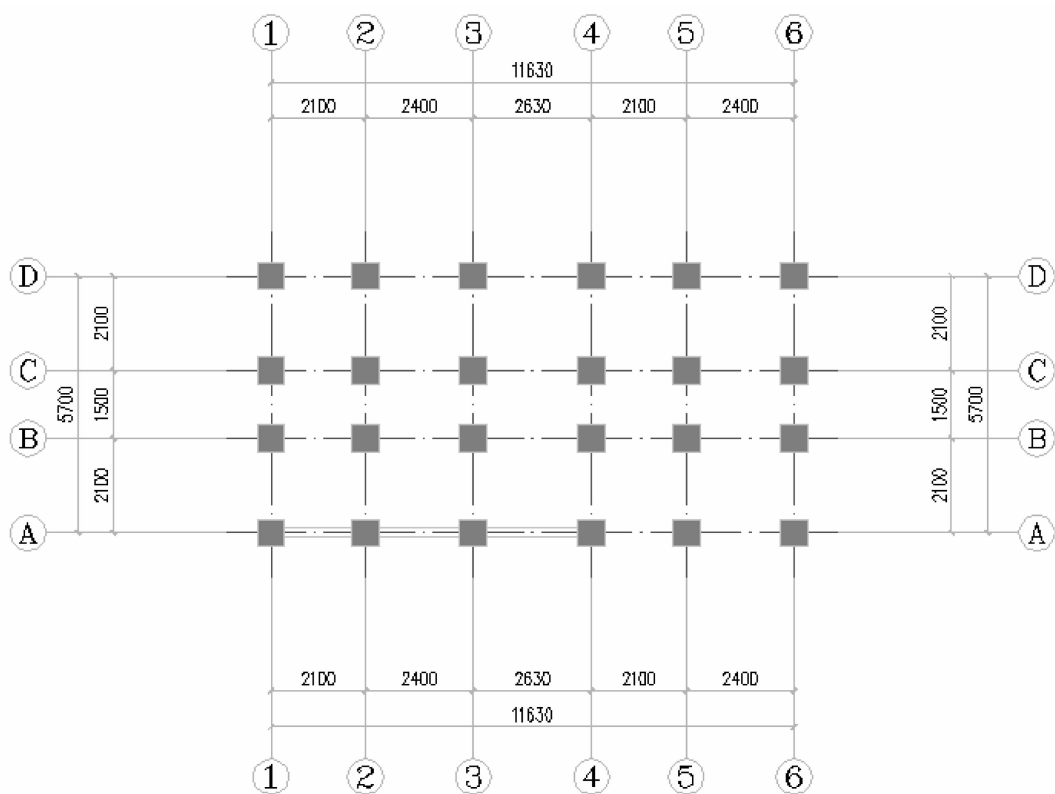

图 3-16 用于边线对齐的墙体
(1) 绘制好墙体，准备进行边线对齐，如图 3-16 所示。
(2) 执行“墙体”→“边线对齐”命令，命令行提示如下：